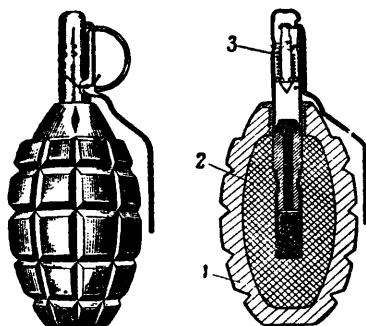

Рис. 3. Внешний вид и вид в разрезе гранаты Ф-1:
5. Граната Ф-1 (рис. 3) состоит из корпуса, разрывного заряда и запала УЗРГ.